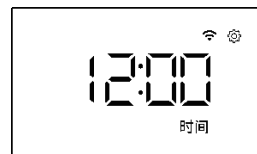

图16
- 1.按“选择”键数次，直到屏幕显示设置图标和“时间”字样（如图16）；